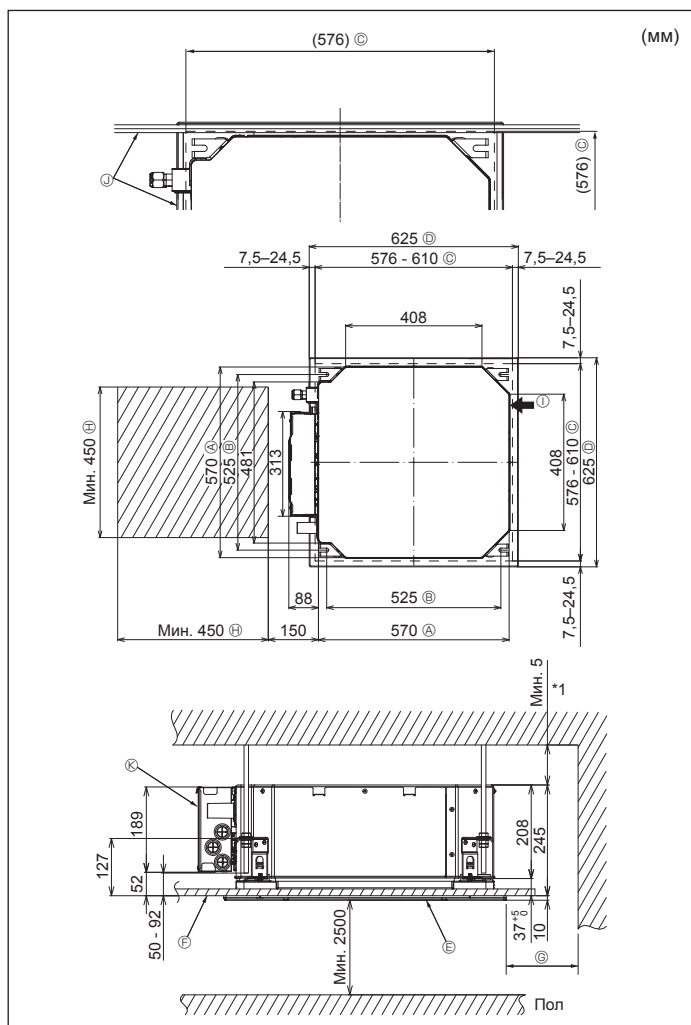

Fig. 2-2
2.2. Местоположения отверстий в потолке и подвесного болта (Fig. 2-2)